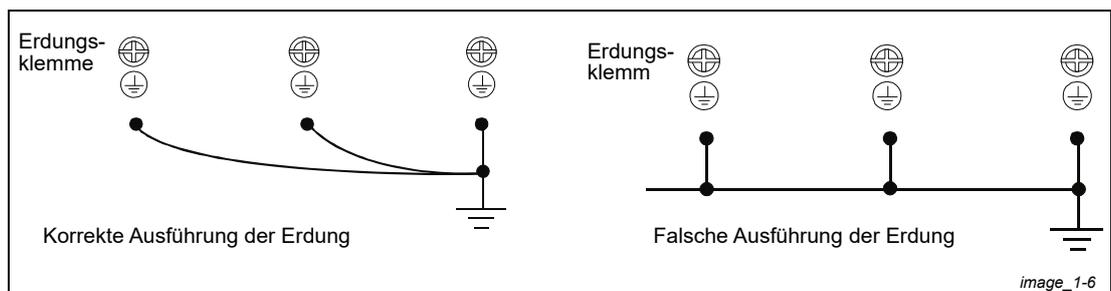

Abb. 1-6: Erdung von mehreren Frequenzrichtern
- Beim Anschluss mehrerer Frequenzrichter darf der Anschluss der Schutzleiter nicht in Serie erfolgen, sondern jeder Frequenzrichter muss einzeln geerdet werden (siehe Abb. 1-6).